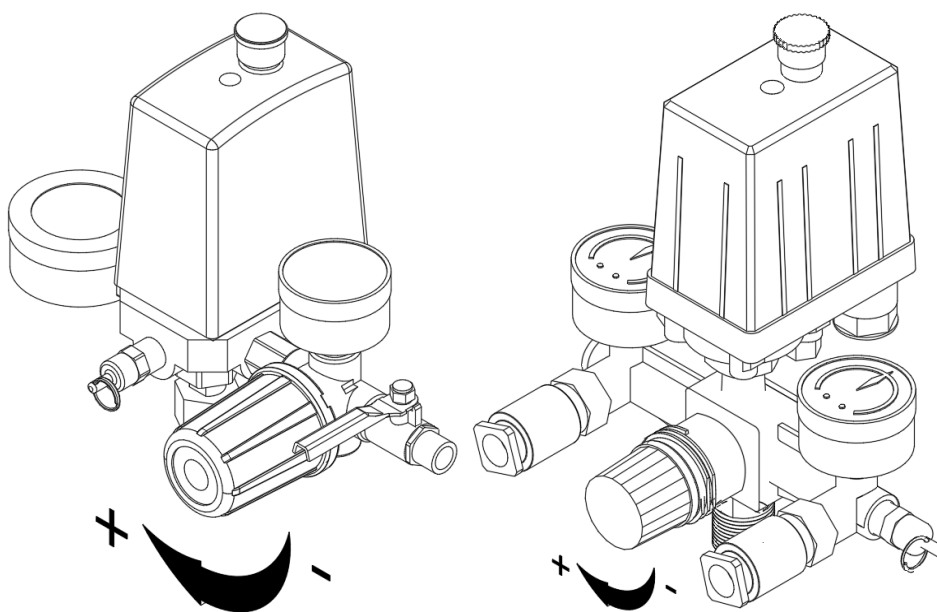

Figura 8
2. Ajustați presiunea de ieșire ca în figura 8.